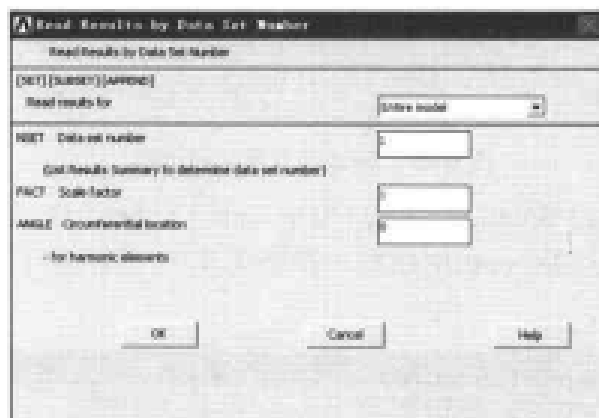

图 9-92 读取计算结果选项设置对话框
(1) 选择 Main Menu | General Postproc | Read Results | By Set Number 命令，出现 Read Results by Data Set Number 对话框，参照图 9-92 对其进行设置，单击 OK 按钮关闭该对话框。